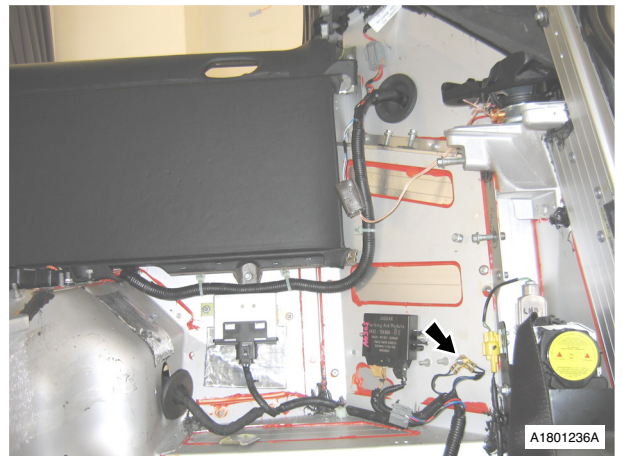

Fig. 13
45. Remove earth header (see Fig. 13).